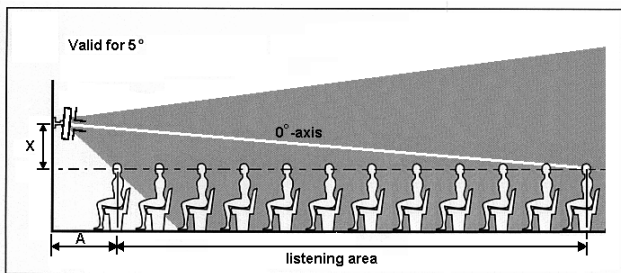

Figura 2 - Vista laterale della radiazione acustica montato a muro con inclinazione di 5°
Se si desidera una minore variazione del livello di pressione sonora, scegliere un'inclinazione di 5°. Tenere presente che in questo modo l'area di ascolto totale è inferiore a quella ottenuta con la prima opzione e che l'area contigua agli altoparlanti ("A" in figura 2) non fa parte dell'area di ascolto. Il grafico 1 mostra la relazione tra "A" e l'altezza di montaggio degli altoparlanti montati con un'inclinazione di 5°.
4. La figura 2 mostra la forma prodotta da un'ottava a 1 kHz emessa dall'altoparlante; la figura 3 mostra la forma prodotta da un'ottava a 4 kHz. L'area di ascolto con le prestazioni acustiche ottimali si presenta in queste forme. Assicurarsi che la forma corrispondente all'ottava da 4 kHz con le dimensioni ottenute utilizzando il grafico 1 copra interamente l'area di ascolto desiderata.